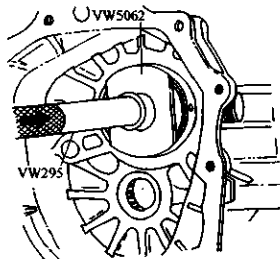

图 3-43 安装输出轴前轴承外圈
15) 装上输出轴前轴承的外圈, 如图 3-43 所示。在装上输出轴前轴承外圈时, 注意要将外圈上的小孔与壳体上的小孔对准。